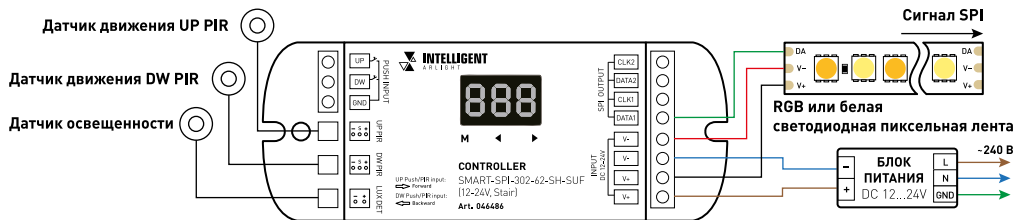

Рис. 1. Схемы подключения контроллера
3.2. Подключите контроллер согласно выбранной схеме (см. рис. 1–4).